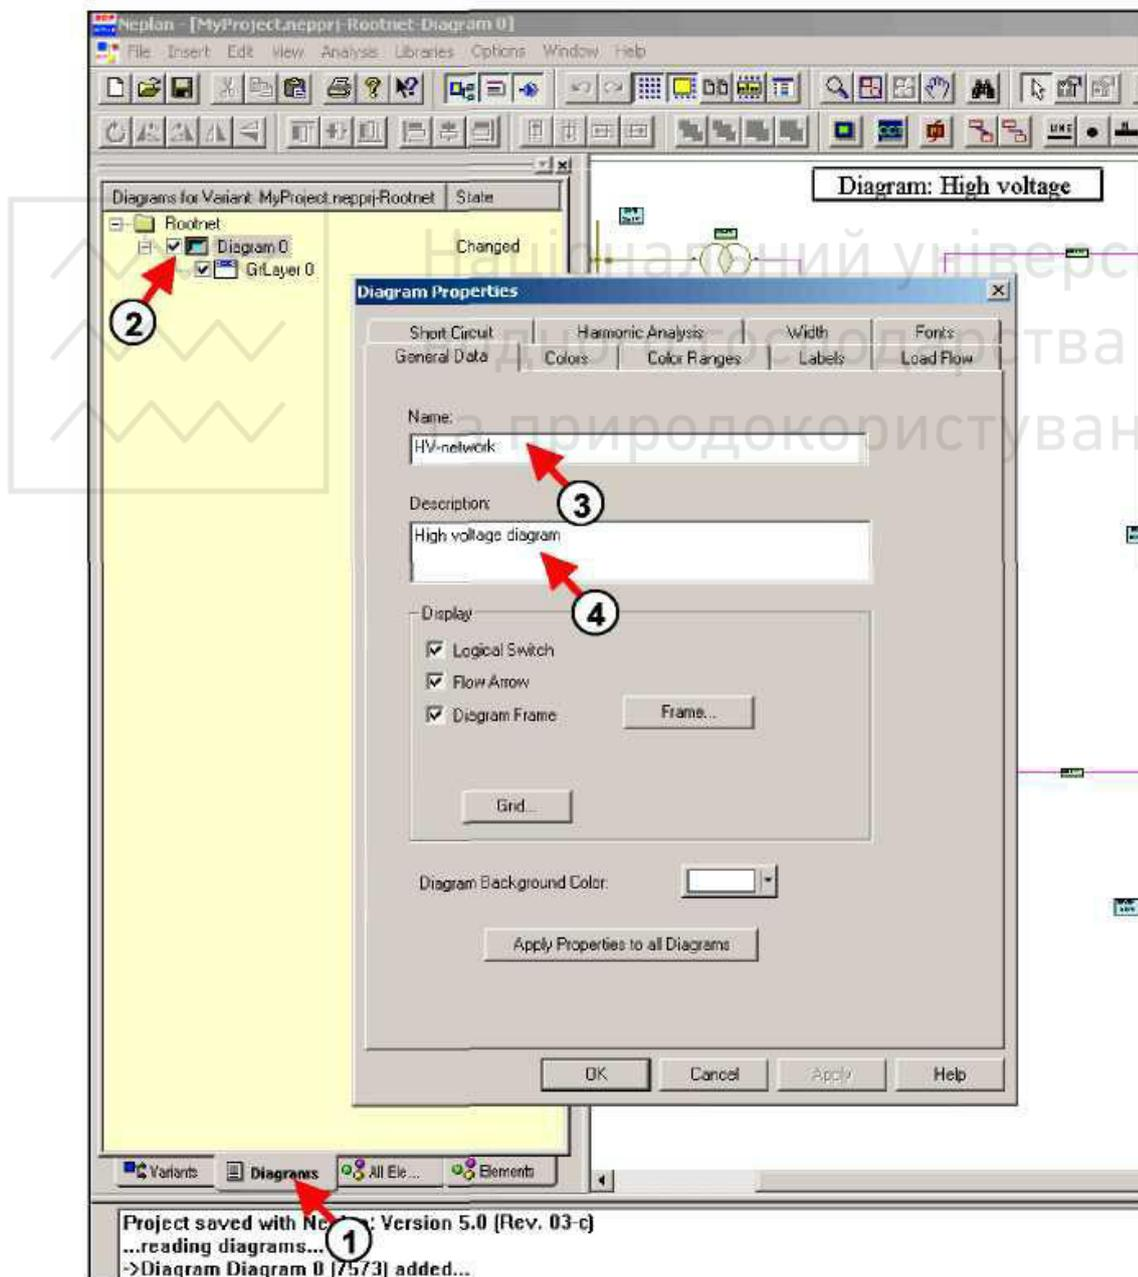

Рисунок 4.13 – Порядок зміни назви та опису схеми
**Перейменування схеми.** Для перейменування окремої схеми проекту необхідно вибрати менеджер схем – *diagram manager* (цифра 1, рис. 4.13). Далі потрібно двічі натиснути лівою клавшею миші на існуючій назві схеми «*Diagram 0*» (цифра 2, рис. 4.13). Після цього з’явиться діалогове вікно *Diagram Properties*. Тоді необхідно змінити ім’я на «*HV-Network*» (цифра 3, рис. 4.13). Далі потрібно ввести опис схеми: *High voltage diagram* (цифра 4, рис. 4.13) та натиснути кнопку *Ok*.